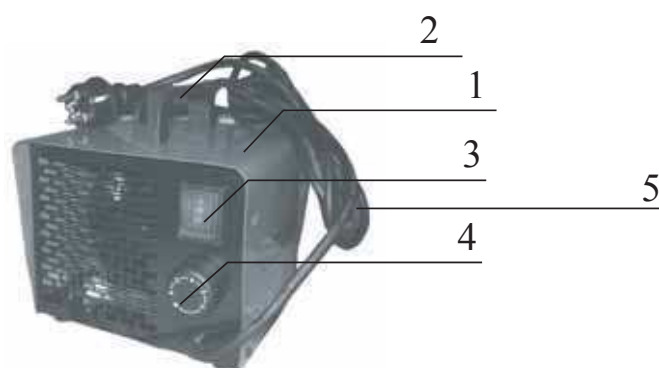

Рис. 1 Тепловентилятор
5.1 Схема тепловентилятора представлена на рис. 1.
5.3 Корпус 1 тепловентилятора (см. рис.1) изготовлен из листовой стали, покрытой высококачественным полимерным покрытием. Корпус установлен на четырех упругих опорах. Внутри корпуса расположены осевой вентилятор и высокоэффективный металлокерамический электронагреватель. Вентилятор втягивает воздух через отверстия в задней стенке корпуса, воздушный поток, проходя через электронагреватель, нагревается и подается в помещение через отверстия в передней стенке корпуса.
5.5 Электрическая схема тепловентилятора представлена на рис. 1 Приложения.